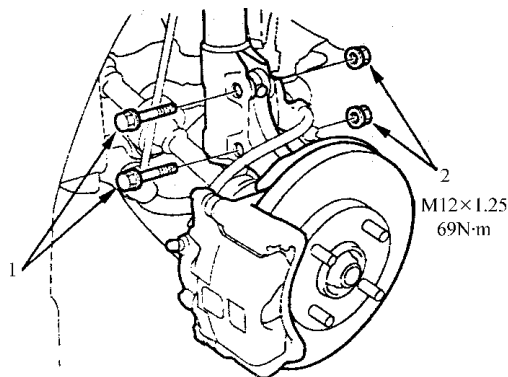

图 6-6 更换带调整螺栓的减振器夹紧螺栓
7) 如图 6-6 所示, 更换带调整螺栓的减振器夹紧螺栓, 并调整外倾角。通过更换带调整螺栓的减振器夹紧螺栓, 外倾角可以调整大约 20° 。如果测量值低于 20° (公差的中值), 则更换一个调整螺栓的上减振器夹紧螺栓。如果测量值高于 $\pm 50'$ (公差的中值), 则更换带调整螺栓的上和下减振器夹紧螺栓。通过更换带调整螺栓的上、下两个减振器夹紧螺栓, 外倾角可以调整大约 $1^\circ 40'$ 。然而, 左右侧调整量的最大差应在 $2^\circ 20'$ 之内。